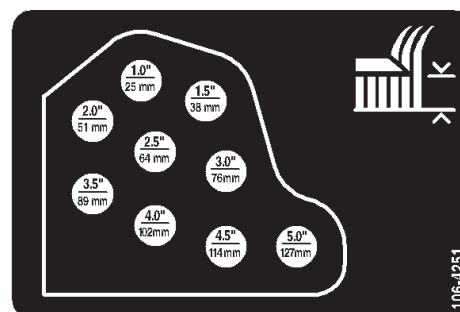

Bild 13
- Montieren Sie die Schnitthöhenketten im gewünschten Schnitthöhenloch (Bild 13) und befestigen Sie sie mit dem Splint und dem Lastösenbolzen.